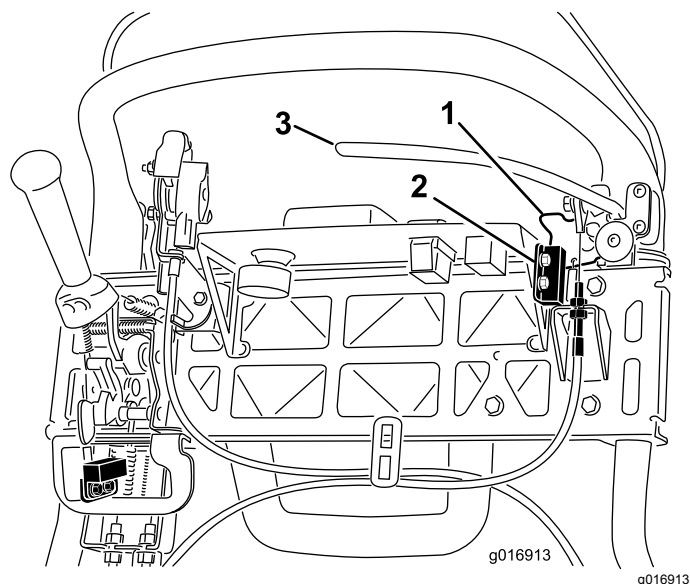

Figura 45
- Desaperte e remova as juntas de montagem do interruptor de segurança (Figura 45).
- Coloque um calço de 1,6 mm entre o bloqueio do travão de estacionamento e o interruptor de segurança (Figura 45).
4. Para aumentar tensão do cabo, desaperte a porca de bloqueio do cabo superior e aperte a porca de bloqueio do cabo inferior (**Figura 45**) até que seja obtida uma força de 156 N aplicada na pega da alavanca do travão, necessária para libertar o trinco do travão de estacionamento.